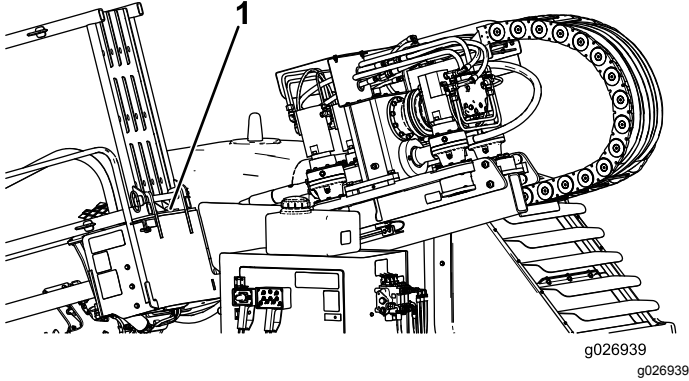

**Bild 74**
7. Lagern Sie das Zylinderschloss an der Rückseite des Rohrhalters (Bild 74).